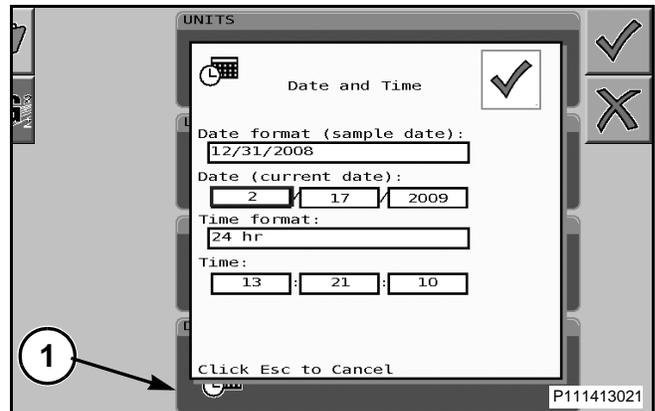

FIG. 89
FIG. 89: Para seleccionar la fecha desplácese hasta la casilla de fecha (1) para resaltarla y a continuación presione el botón de la rueda de selección para seleccionarla.